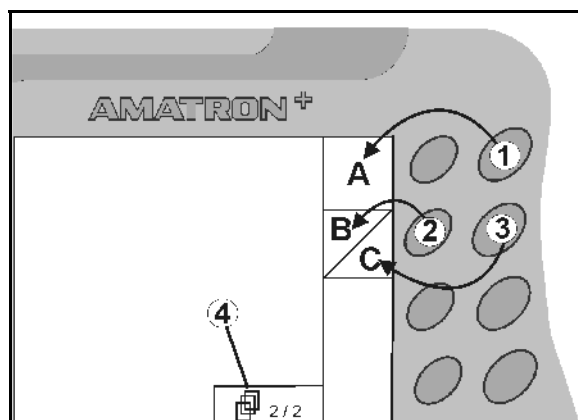

Fig. 7
- Om bara kvadratiske rutor visas på displayen är enbart den högra knappen (Fig. 7/1) kopplad till funktionsrutan (Fig. 7/A).
- är den vänstra knappen (Fig. 7/2) kopplad till funktionsrutan uppe till vänster (Fig. 7/B).
- är den högra knappen (Fig. 7/3) kopplad till funktionsrutan nere till höger (Fig. 7/C).
• Bläddra i ytterligare menyer (bara möjligt om symbolen (Fig. 7/4) visas på displayen)